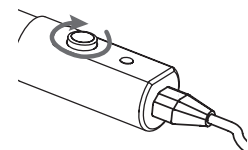

Bild.9
- Vrid termostaten medsols till dess högsta inställning [Bild 9].